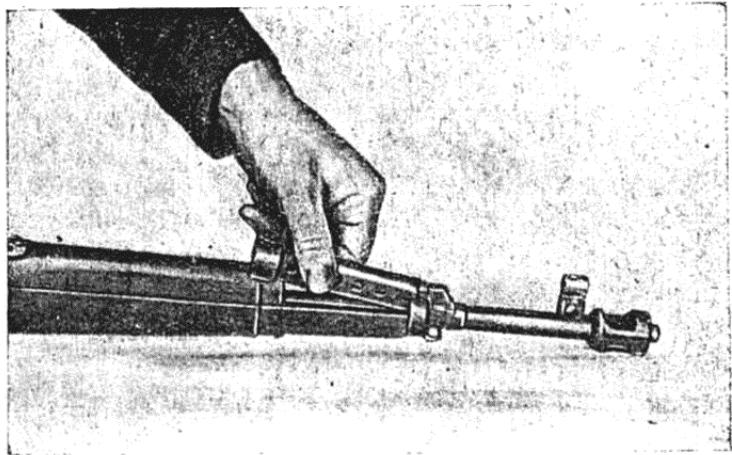

Рис. 49. Снятие кожуха.
3. Отделить кожух: приподнимая его за заднюю часть, оттянуть назад и вывести передний конец кожуха из растрuba трубки ствола (рис. 49).